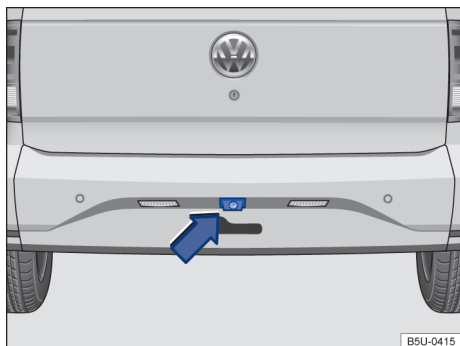

Fig. 102 No para-choque traseiro: local de instalação do assistente de condução em marcha a ré.
- ✓ Uma imagem confiável e clara, por exemplo, condições de visibilidade boas e uma lente limpa → Fig. 102.
A câmera de marcha a ré → Fig. 102 (seta) somente fornece imagens bidimensionais. As reentrâncias, bem como os objetos salientes no solo ou as peças salientes de outros veículos, são difíceis de serem reconhecidas ou não podem ser reconhecidas devido à ausência de profundidade no display.
Manter a lente da câmera → Fig. 102 limpa, sem neve e sem gelo: